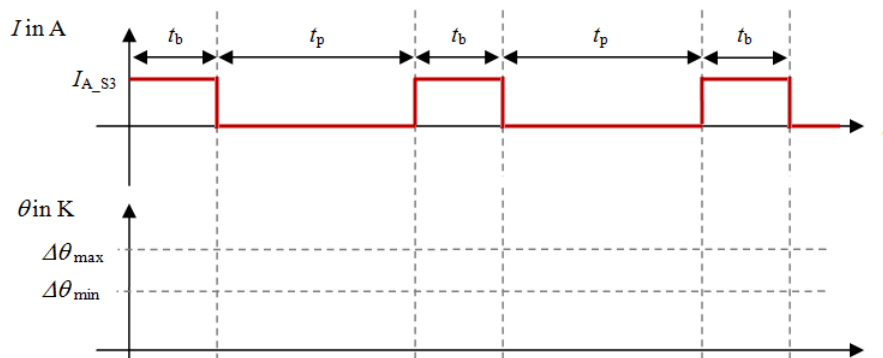

Abbildung 2.3: Aussetzbetrieb im Ankerstellbereich mit Ankerstrom- und Temperaturverlauf
2.6 Die Beförderung der Ziegelsteine kann als Aussetzbetrieb betrachtet werden, was zusätzlich die Bewegung schwererer Lasten und damit die Minimierung der gesamten Kranbetriebszeit erlaubt: Das Hochziehen der Last stellt die Betriebszeit t_b dar, die Entlade-, Abseil- und Beladephase dagegen die Pausenzeit t_p . Der Überlastfaktor $\frac{P_{VS3}}{P_{VS1}}$ ergab sich damit zu 4,4, die Temperaturschwankung $\Delta\theta_{max} - \Delta\theta_{min}$ zu 8,37 K. Ermitteln Sie den Ankerstrom $I_{A_{S3}}$, die obere und untere Temperaturgrenze $\Delta\theta_{max}$ und $\Delta\theta_{min}$ und skizzieren Sie den **stationären** Temperaturverlauf in das untenstehende Diagramm (Abbildung 2.3). Wie schwer waren jeweils die beförderten Lasten? Das thermische Modell der Gleichstrommaschine kann als einfaches, einmaschiges Netzwerk (ein Freiheitsgrad) angenommen werden. Der Aussetzbetrieb wurde ausschließlich im Ankerstellbereich durchgeführt. Desweiteren sind die Auswirkungen der Beschleunigungs- und Bremsphasen auf den Ankerstrom I_A zu vernachlässigen.